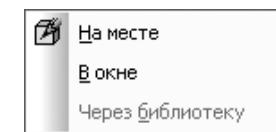

Рис. 6.19. Всплывающее меню пункта выпадающего меню **Редактировать компонент** в режиме **Сборка**
**Редактировать компонент** вызывает всплывающее меню, показанное на рис. 6.19.